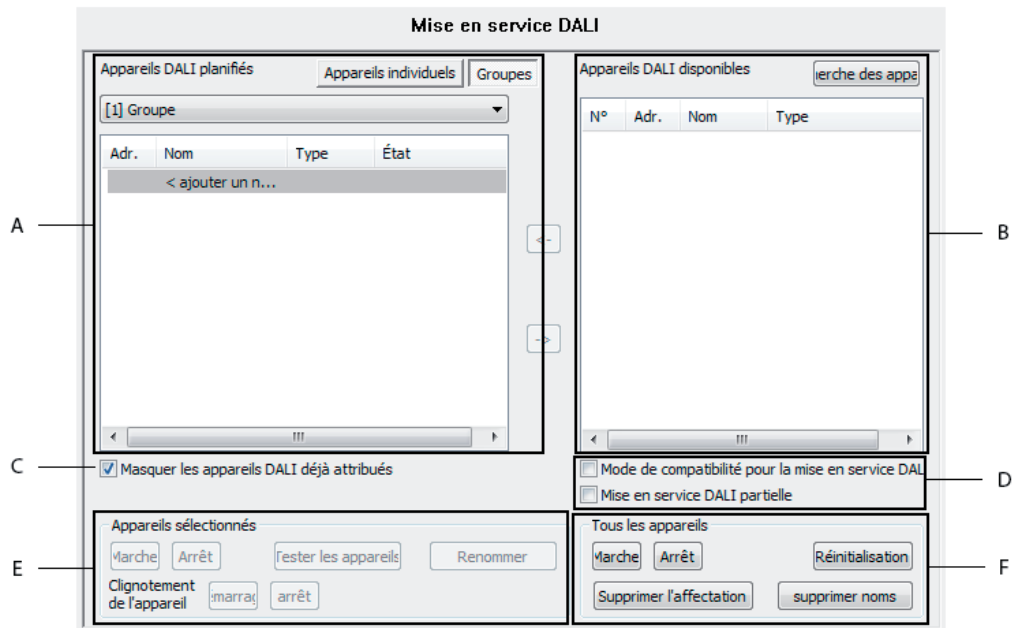

Figure 63: Parties de la fenêtre de l'environnement de mise en service
La fenêtre de l'environnement de mise en service du plug-in est divisée en deux parties. Les équipements trouvés dans le système DALI sont listés dans la partie droite de la fenêtre. Les groupes créés sont affichés dans la partie gauche de la fenêtre. L'affectation des appareils DALI aux groupes ou appareils individuels conçus s'effectue également à cet endroit.(figure 63).
Dans les cas particuliers, il est possible d'affecter les équipements à plus d'un seul groupe DALI lors d'une commande de groupes. D'habitude, il n'est possible d'affecter un équipement DALI qu'à un seul groupe. L'affectation des appareils est ainsi transparente et l'affectation unique évite les chevauchements de groupes et donc toute influence sur les valeurs de configuration et de retour d'informations. Si nécessaire, il est alternativement possible d'autoriser l'affectation sur plusieurs groupes. Pour ce faire, le champ de contrôle « Masquer les appareils DALI déjà affectés » (C) doit être désactivé dans la boîte de dialogue de mise en service du plug-in (figure 63). Il est ensuite possible d'affecter les équipements DALI à plus d'un seul groupe au cours de la mise en service en ligne.